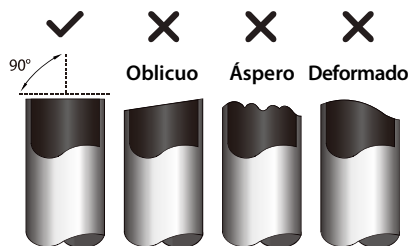

Fig. 6.1
3. Asegurarse que la tubería sea cortada perfectamente a un ángulo de 90°. Guiarse en la fig.6.1 para ejemplos de cortes incorrectos